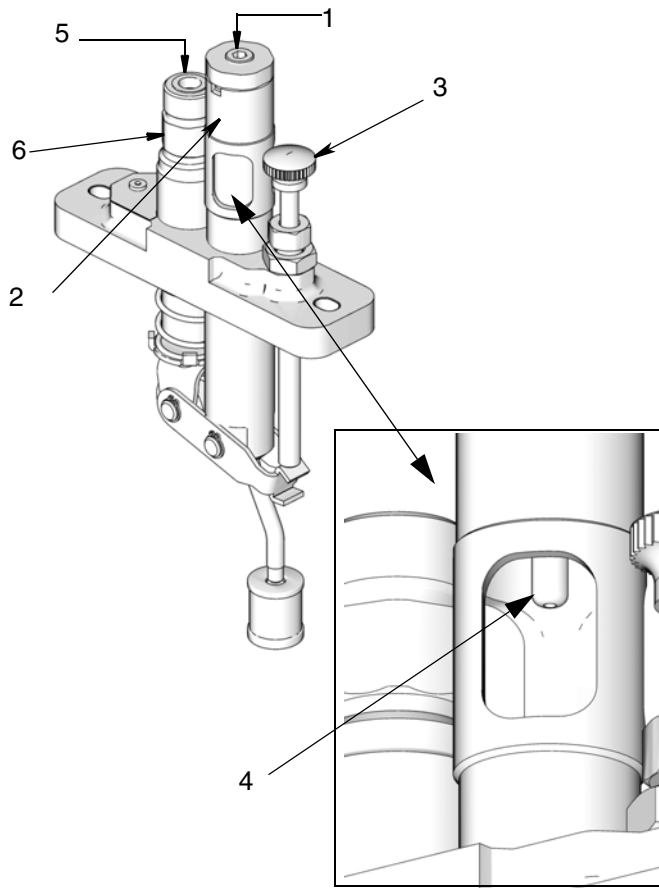

図 4
サクシオン供給モデル (図 4)
1. サイトウエルプラグ (1) と出口プラグ (5) を取り外して、廃棄します。
2. 適正にろ過したオイルを上部に達するまでサイトウエル (2) に充填させます。
3. オイルレベルがドリップチューブ (4) の末端の下に低下するまで、ハンドプライミングアセンブリ (3) を作動させます。(図 4).
5. ねじ山シーラントがサイトウエル (2) の中に入らないように注意しながら、充填ラインをサイトウエル (2) に取り付けます。
8. 出口 (6) から吐き出るオイルに空気がなくなるまで、ハンドプライミングを継続します。